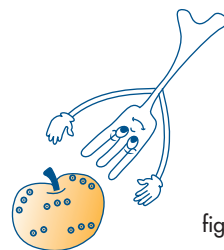

fig. 5
- 4) Etenswaren met een vel, schil of schaal (vb. appels, aardappelen, tomaten, worst, vis) dienen met een vork op meerdere plaatsen ingeprikt te worden, zodat de damp kan ontsnappen en het vel of de schil niet openbarst (fig. 5).